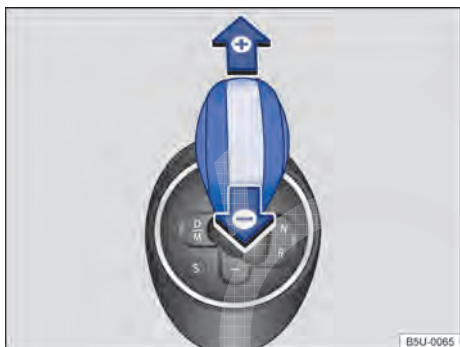

Fig. 95 Alavanca seletora na posição para condução de marcha no modo manual.
- Mover a alavanca seletora para frente  ou para trás  para engatar as marchas altas ou baixas → Fig. 95.